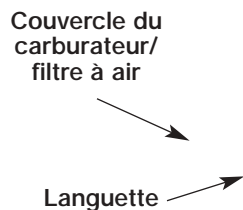
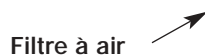

Fig. 6-9
Fig. 6-10
1. Retirez le couvercle du carburateur/filtre à air en appuyant sur la languette sur le haut du couvercle (Fig. 6-9).
2. Retirez le filtre à air (Fig. 6-10).
6. Réinstallez le filtre (Fig. 6-10) et le couvercle du filtre à air (Fig. 6-9).